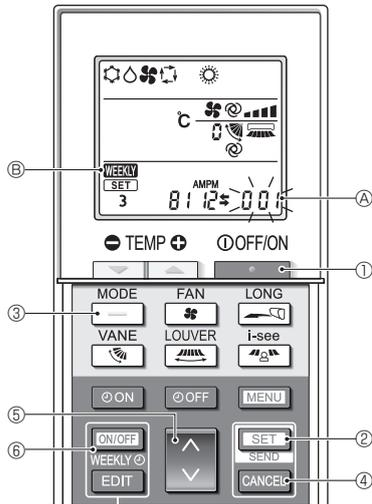

Fig. 5-12
- Appuyez sur la touche **MENU** ②.
5.12.8. Désactivation du mode AUTO (Fig. 5-12)
- Appuyez sur la touche **STOP** ① pour arrêter le climatiseur.
- Si la minuterie hebdomadaire est activée, appuyez sur la touche **ON/OFF WEEKLY** ⑥ pour la désactiver. (**WEEKLY** ⑥ disparaît.)
- Appuyez sur la touche **SET** ② pendant 5 secondes.
- L'appareil passe en mode de réglage des fonctions. (Le numéro de réglage du modèle (A) clignote.)
- Appuyez sur la touche **UP** ⑤.
- Achèvement des réglages (Fig. 5-12)